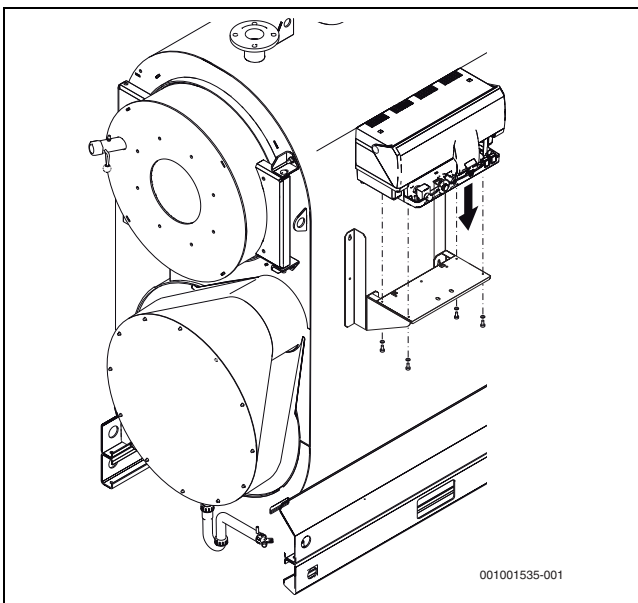

Рис. 25 Монтаж системы управления
- ▶ Закрепите крышку двумя винтами (→ рис. 25, стр. 29).